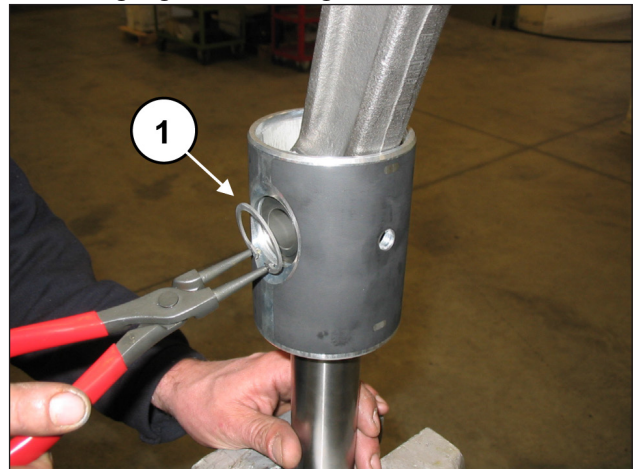
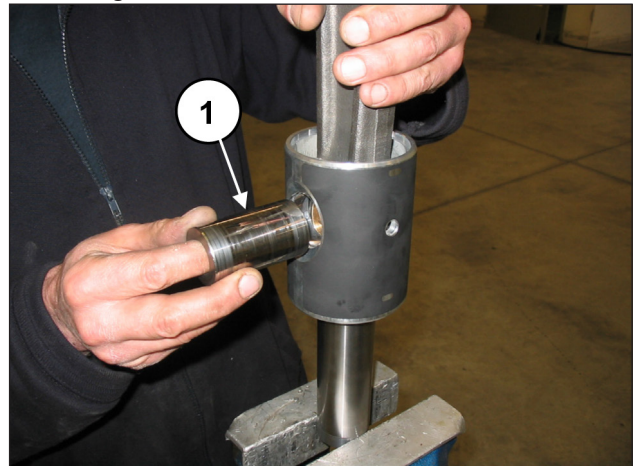
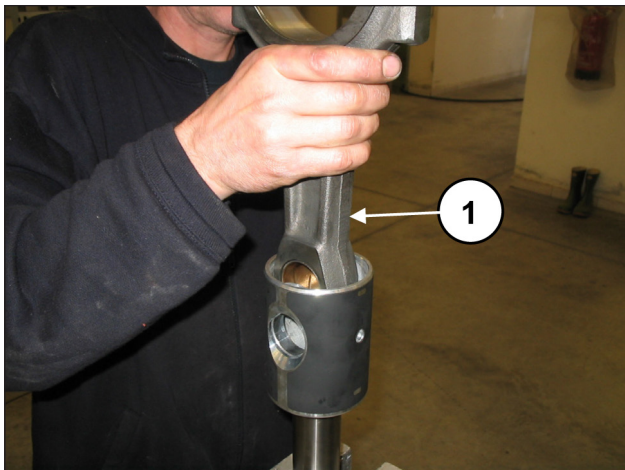

Abb. 43
Abb. 44
Abb. 45
Entfernen Sie die zwei Seegerringe zur Sicherung des Bolzens mit einem geeigneten Werkzeug (Pos. ①, Abb. 43).
Streifen Sie den Bolzen ab (Pos. ①, Abb. 44) und ziehen Sie die Pleuelstange heraus (Pos. ①, Abb. 45).
Setzen Sie die Pleuelstange in die Kolbenführung ein (Pos. ①, Abb. 45) und anschließend den Bolzen (Pos. ①, Abb. 44). Montieren Sie die zwei Seegerringe zur Sicherung mit dem entsprechenden Werkzeug (Pos. ①, Abb. 43).